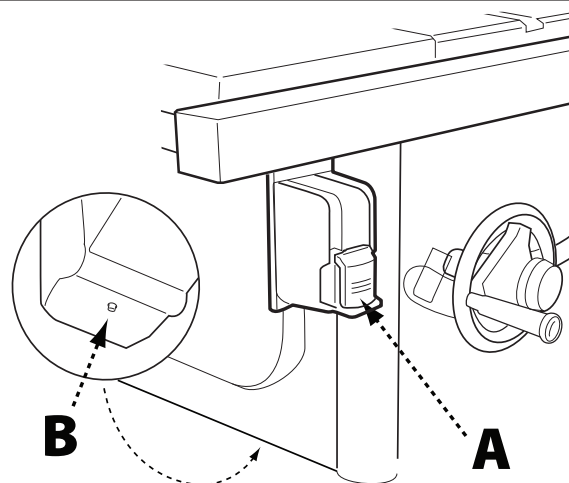

FIGURE 20
Le commutateur POWER (MARCHE / ARRÊT) (Figure 20) est situé sous la rallonge avant gauche de la table.
minutes. Puis appuyez sur le bouton de réinitialisation rouge (B) sur le moteur sous la scie, montré à la Figure 20, et redémarrez la scie.